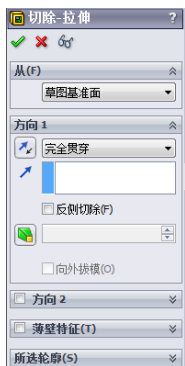

图 1-53 设置[切除-拉伸]属性
⑬在[方向 1]栏内将终止条件设置为[完全贯穿]，保留其他项目为默认设置(如图 1-53 所示)，单击按钮，生成完全切除特征。